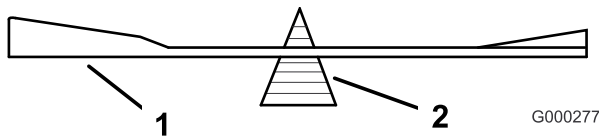

Figure 61
2. Vérifiez l'équilibre de la lame en la plaçant sur un équilibreur (Figure 61).